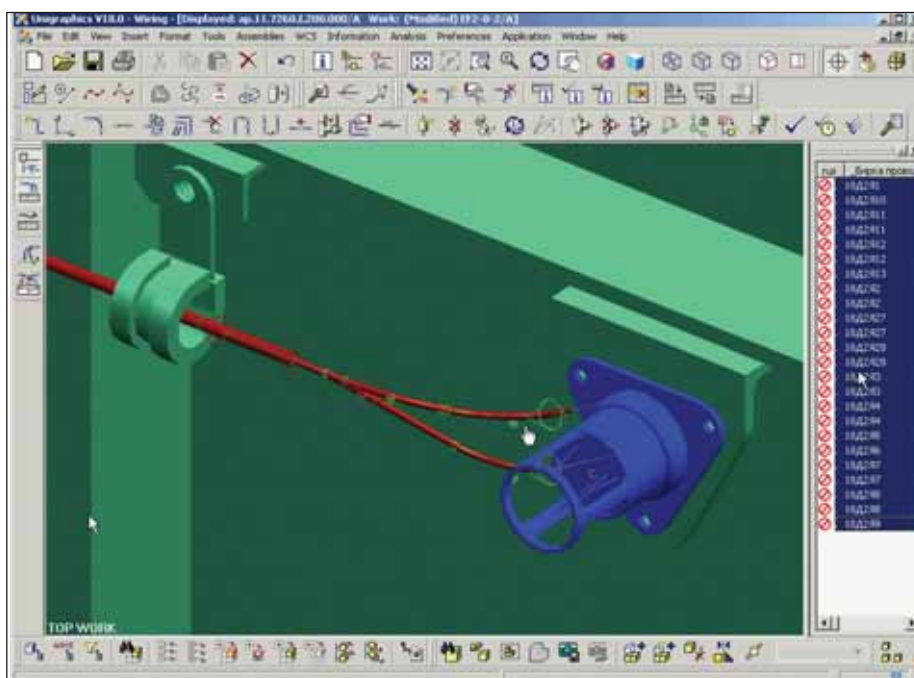

Рис. 10
- получение точной 3D-модели жгута с реальными диаметрами ствола, изменяющимися у ответвлений (рис. 10);